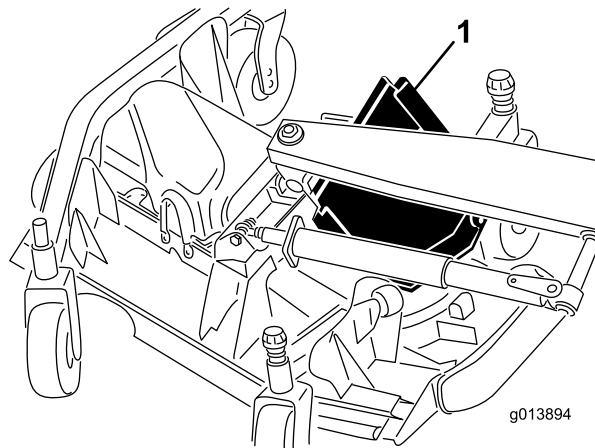

Figura 48
6. Sollevare il bordo anteriore e guidarlo tra il braccio di sollevamento e il rullo per rimuoverlo (Figura 48).